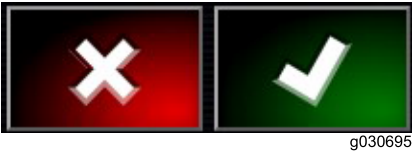

图4
使用这些按钮取消或确认输入或选择。必须选择这些按钮之一，才可以从显示按钮的任何屏幕前进（图4）。
- 确认新的显示器（图4）。